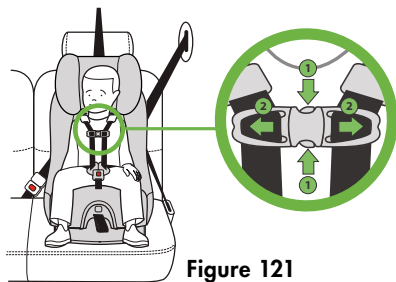

Figure 121
Dégagez l'attache de poitrine en pressant ensemble les languettes de déverrouillage (1) et en séparant la boucle de poitrine (2), tel qu'illustré dans la **Figure 121**.